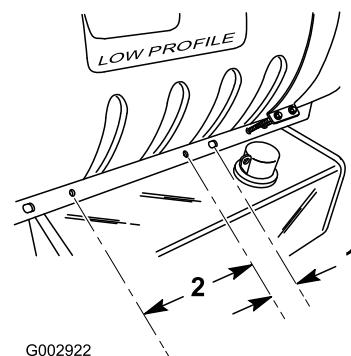

Figura 3
3. No apoio do depósito situado no lado direito da máquina, localize o terceiro orifício contado a partir da frente da máquina. Proceda à medição e marcação de um ponto no apoio do depósito localizado 5 cm para trás do centro do 3º orifício (Figura 3).
4. A partir da marcação que efectuou, proceda à medição de 25 cm para trás, e marque essa localização (Figura 3).
5. Faça 2 furos com (1,2 cm de diâmetro) nos pontos marcados, centrados na vertical, no apoio do depósito (Figura 3).